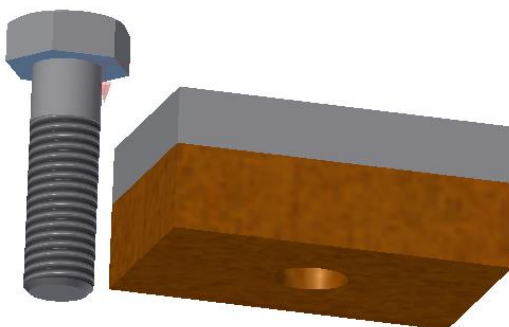

Рис. 3.49. Выбор грани болта
4. Выберите нижнюю грань головки болта (рис. 3.49). Если необходимо, то поверните объекты.